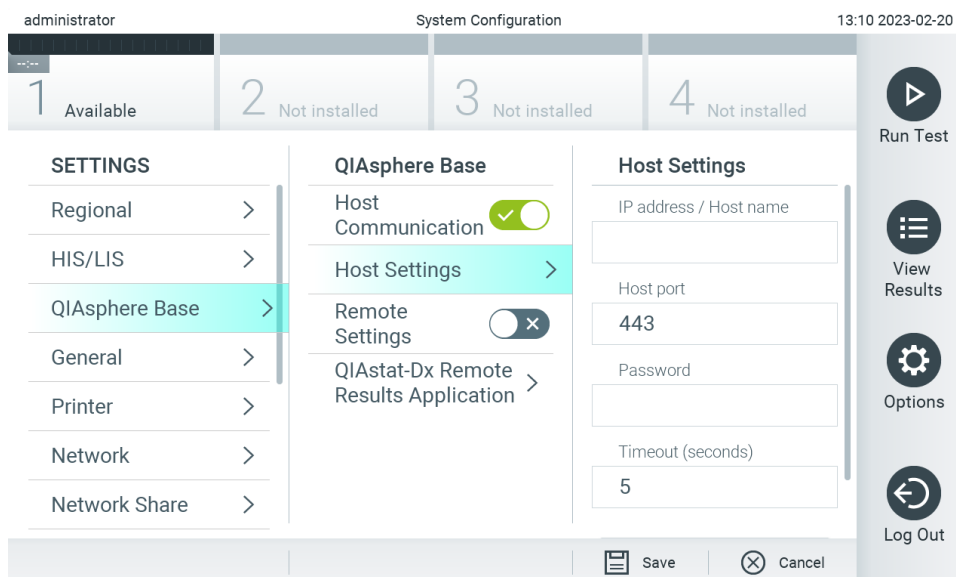

Abbildung 65. Konfigurieren der Verbindung mit der QIASphere Base.
2. Wählen Sie aus der Liste **Settings** (Einstellungen) in der linken Spalte **QIAsphere Base** (Abbildung 65) aus.